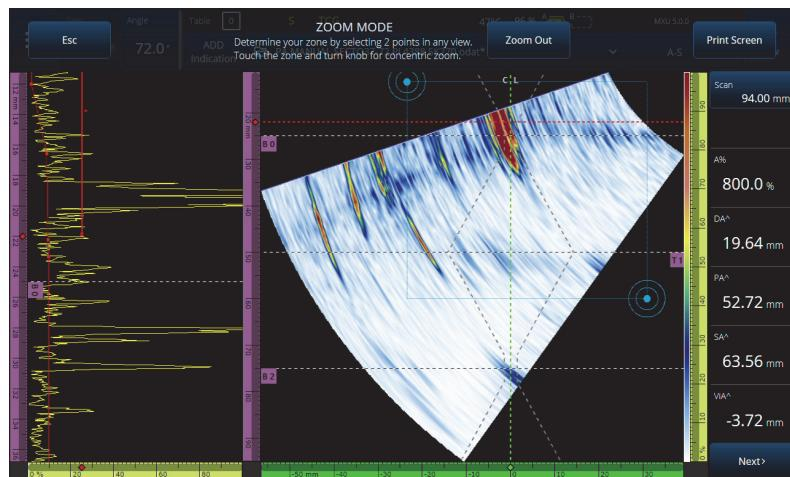

图 2-11 放大示例
1. 按放大键 (ⓐ), 启动 (或关闭) 放大模式 (参见第 38 页的图 2-11)。
- ◆ 按放大键（），启动放大模式（参见第 38 页的图 2-11），然后点击所显示的 **Print Screen**（打印屏幕）。